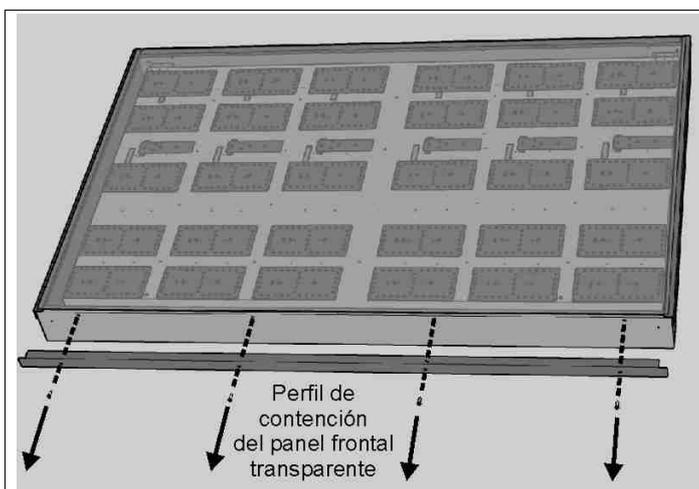

Fig. 12: Tornillos del panel frontal
2. Quite un perfil lateral del módulo donde está montada la tarjeta que hay que cambiar. Utilice un destornillador de cruz para quitar los tornillos de sujeción (Fig. 12).